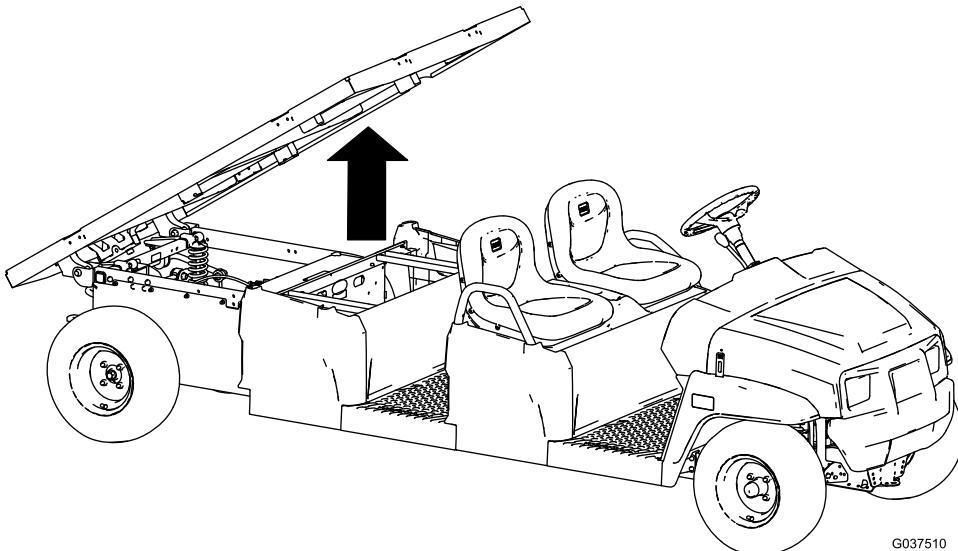

Figure 1
**Important:** Lorsque vous installez le kit de levage électrique, utilisez un palan pour soulever le plateau de chargement étendu (Figure 1).